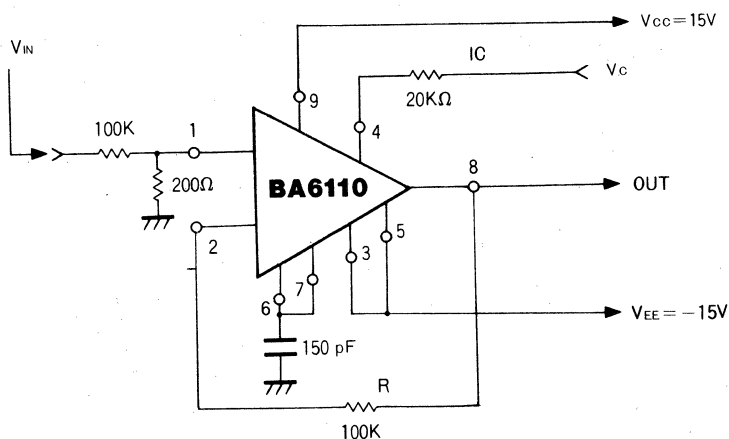

Fig.10 電圧制御ローパスフィルタ
(2) BA6110 の応用回路例として、電圧制御ローパスフィルタとしての応用例を Fig.10 に示します。